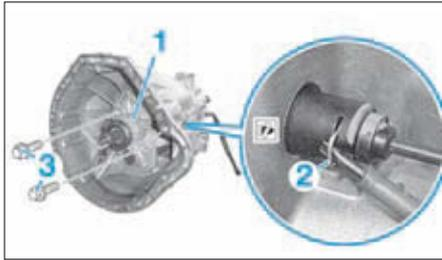

FIG. 4
- Nettoyer le pourtour du raccord de canalisation de la butée d'embrayage (1) (Fig.4).
- l'agrafe (2) du raccord de canalisation en faisant levier,
- les vis (3) et retirer la butée hydraulique (1).